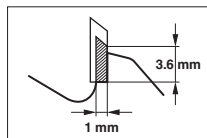

Fig. 1 Mindstemål for runde bimetalsavbladspidser.
3. Runde bimetalsavblade (med spidser), hvor spidsernes mål er reduceret til 1 mm, skal tages ud af brug. Se Fig. 1.